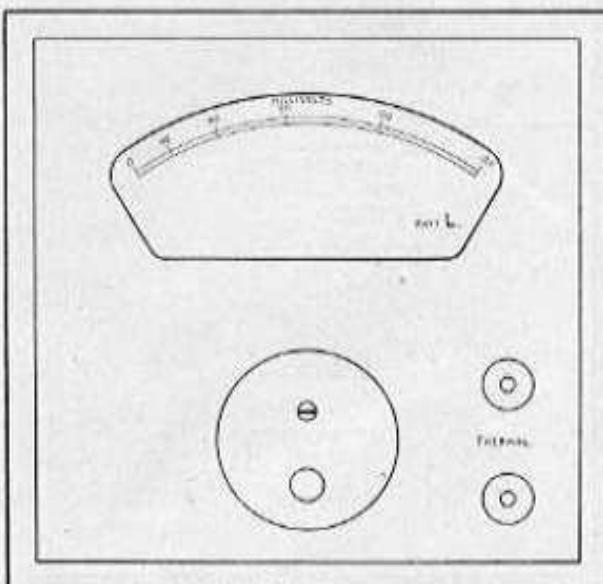

Fig. 7.
- Fig. 7. Milliamperometro tipo L